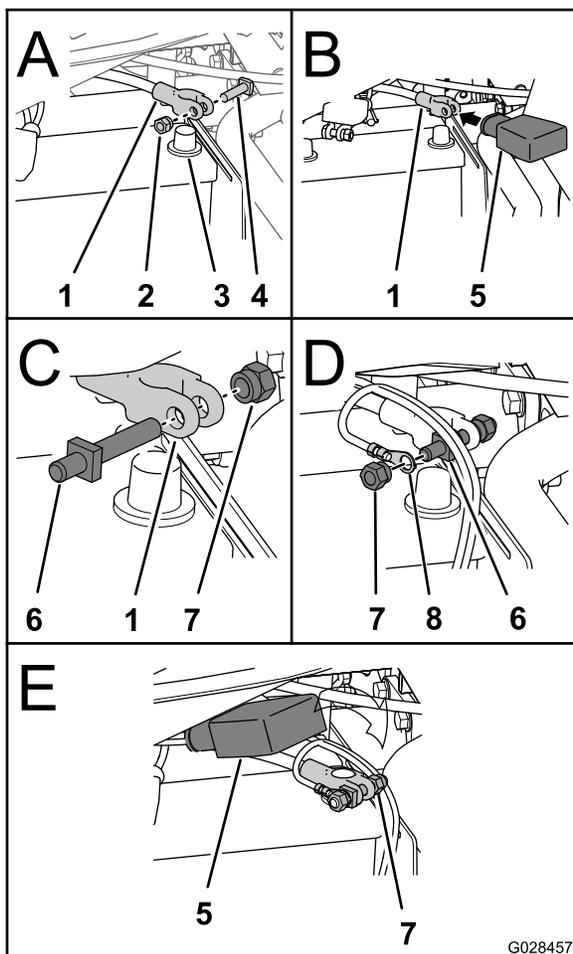

Рисунок 25
1. Снимите имеющуюся гайку и Т-образный болт с положительной клеммы аккумуляторной батареи (вид А на Рисунок 25).
2. Наденьте крышку красной клеммы аккумуляторной батареи на положительный кабель аккумуляторной батареи (В на Рисунок 25).
3. Установите новый болт клеммы аккумуляторной батареи и одну гайку зажима на клемму положительного кабеля аккумуляторной батареи (С на Рисунок 25).
4. Присоедините клемму провода аккумуляторной батареи от жгута проводки опрыскивателя к болту клеммы аккумуляторной батареи и закрепите клемму с помощью одной гайки зажима (D на Рисунок 25).
6. Подсоедините отрицательную клемму аккумуляторной батареи к минусовому выводу аккумуляторной батареи (Е на Рисунок 25) и затяните гайку зажима с моментом от 19,78 до 25,42 Н·м.